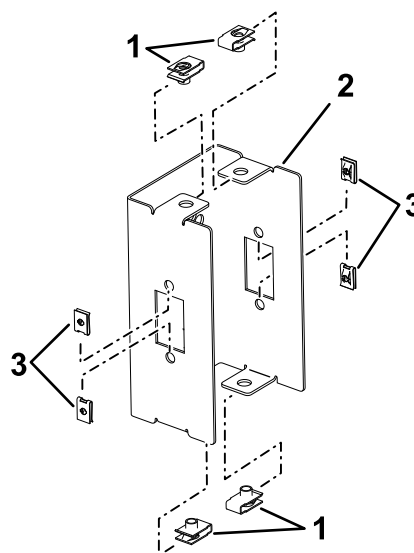

Figura 7
1. Instale las tuercas rápidas grandes en la parte superior e inferior del soporte de la luz (Figura 7).
2. Instale las tuercas rápidas pequeñas en los lados del soporte de la luz (Figura 7).